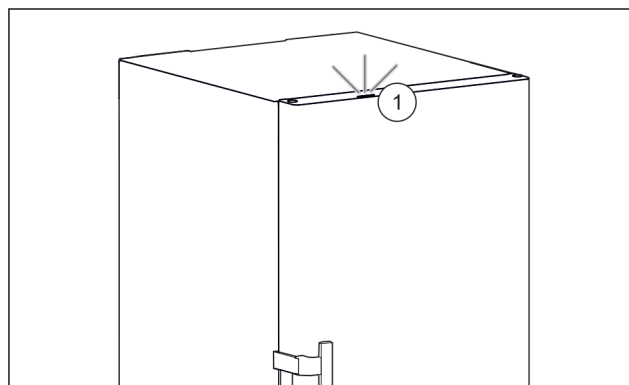

Fig. 89 Aktives Statuslicht bei geschlossener Tür
- Statuslicht Fig. 89 (1) ist aktiviert.